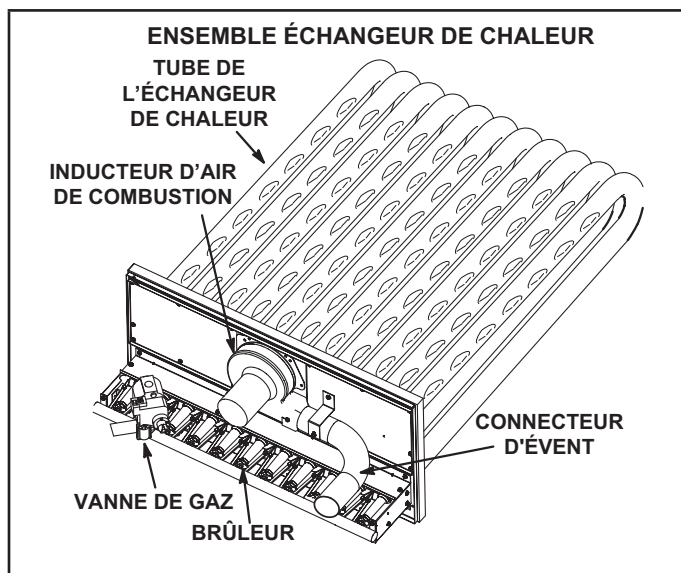

FIGURE 49
- 3 - Retirez et conservez les vis fixant l'inducteur d'air de combustion sur la boîte à feu. Retirez et conservez les deux vis de fixation de la patte supportant le connecteur d'évacuation. Reportez-vous à la FIGURE 49.